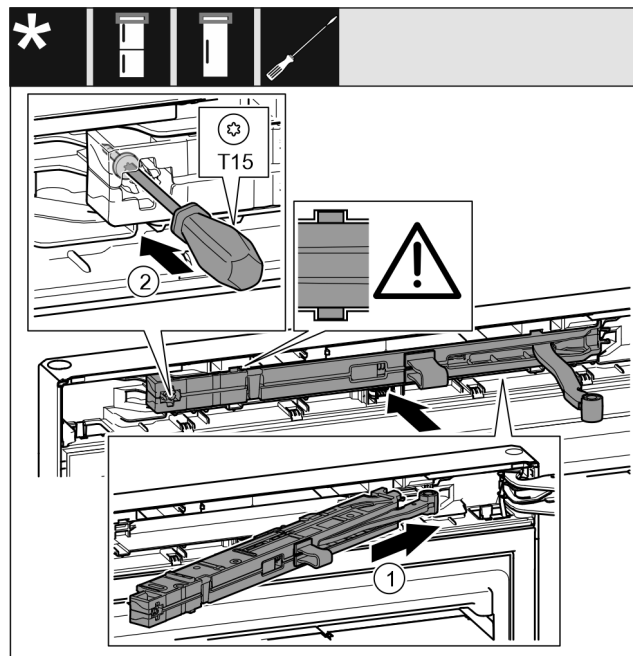

Fig. 22
- Schließdämpfereinheit auf der Lagerbockseite bis zum Anschlag schräg in die Aussparung einschieben. Fig. 22 (1)
- Schraube mit einem Schraubendreher T15 festschrauben. Fig. 22 (2)